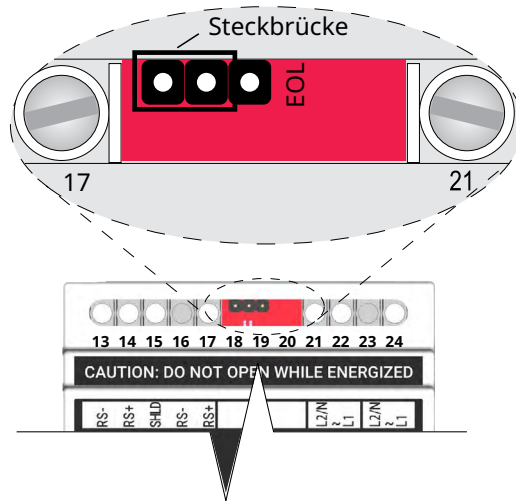

Abbildung 4b: End-of-Line-Steckbrücke für alle anderen TTSIM-Module
- Bei allen anderen TTSIM-Modulen im Stromkreis ist die Steckbrücke gemäß Abbildung 4b zu stecken.